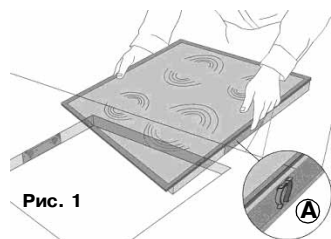

Рис. 1
- Установите 4 пружинных зажима (А), в случае, если они не установлены, в соответствующие гнезда на ободке варочной панели, см. Рис.1.